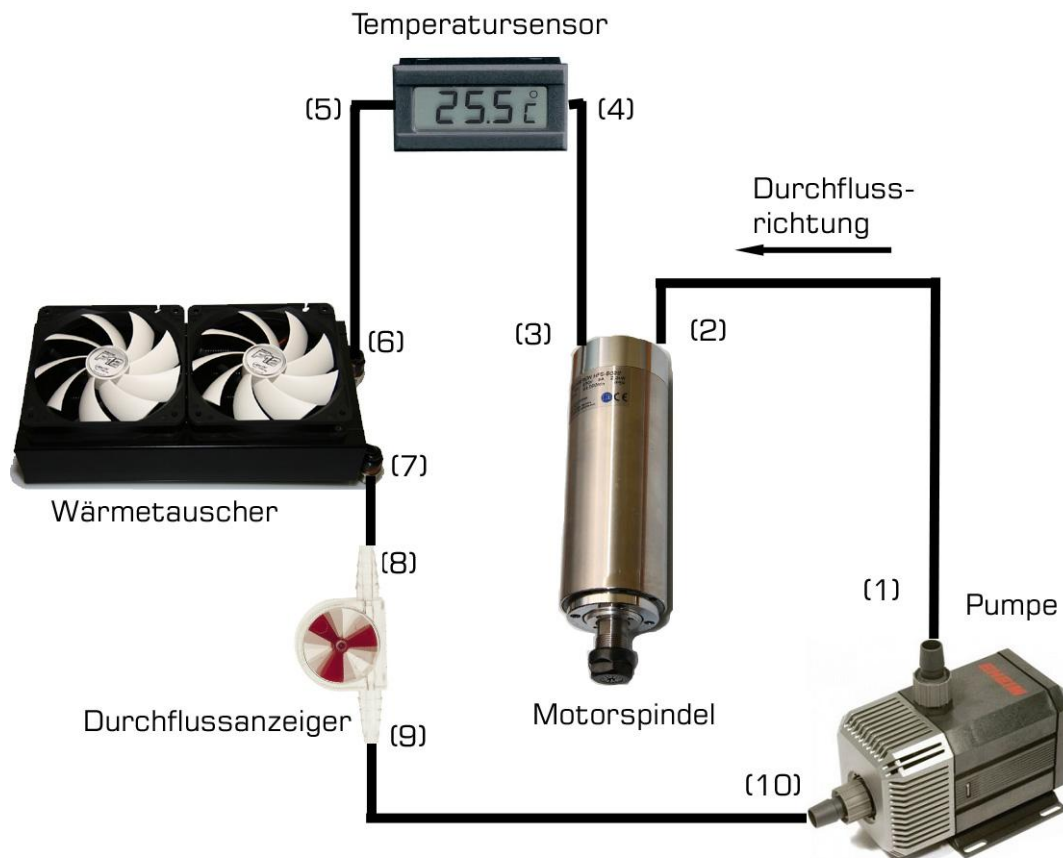

Abbildung 1: Geschlossener Kühlkreislauf mit Durchfluss- und Temperaturanzeige
1. Schließen Sie den Kühlkreislauf gemäß Abbildung 1 an, Verbinden Sie den Schlauch jedoch nicht an der Druckseite (1) der Pumpe. Schließen Sie stattdessen provisorisch einen weiteren Schlauch an Anschluss (1) an, welcher in einen Kühlmittelbehälter zurück führt.
2. Befüllen Sie das System mit der mitgelieferten Spritze über die an (2) angeschlossene Leitung bis Kühlmittel an der Druckseite der Pumpe (1) austritt (Inhalt des Kühlkreislaufs ca. 400-500ml). Achten Sie bereits hier darauf, dass Sie möglichst wenig Luft in den Kreislauf füllen.
3. Füllen Sie Kühlmittel in ein offenes Gefäß, tauchen Sie die an Spindel Anschluss (2) angeschlossene Leitung unter die Oberfläche, sodass hier Kühlmittel angesaugt werden kann sobald die Pumpe eingeschaltet wird. Halten Sie die vorübergehend an der Druckseite der Pumpe (1) angeschlossene Leitung über das Gefäß, sodass austretendes Kühlmittel wieder in das Gefäß zurückgepumpt wird.
5. Schalten Sie die Pumpe aus, entfernen Sie den vorläufig an der Druckseite der Pumpe angebrachten Schlauch und schließen Sie die an Spindel Anschluss (2) angeschlossene Leitung umgehend an der Druckseite der Pumpe an.